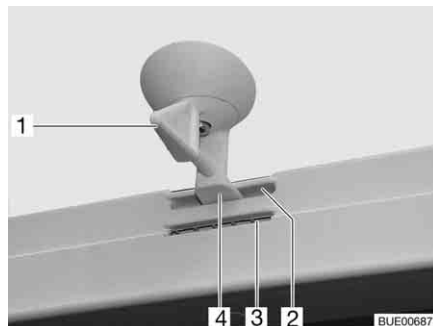
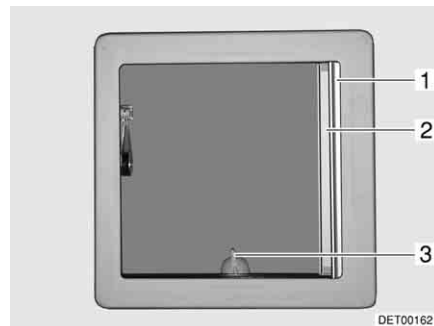

Fig. 79 Oblò inclinabile, bloccaggio
Fig. 80 Oblò inclinabile
- Ruotare la leva (Fig. 79,1 o Fig. 80,3) di un quarto di giro.
- Girare la leva di un quarto di giro. Il bloccaggio (Fig. 79,4) deve entrare nella feritoia inferiore (Fig. 79,3).
- Girare la leva di un quarto di giro. Il bloccaggio (Fig. 79,4) deve entrare nella feritoia superiore (Fig. 79,2).
- Tirare la tendina oscurante pieghevole (Fig. 80,1) fino alla posizione desiderata e rilasciare. La tendina oscurante pieghevole rimane in questa posizione.
- Estrarre la zanzariera a rullo (Fig. 80,2) fino a quando non scatta il bloccaggio dalla parte opposta.